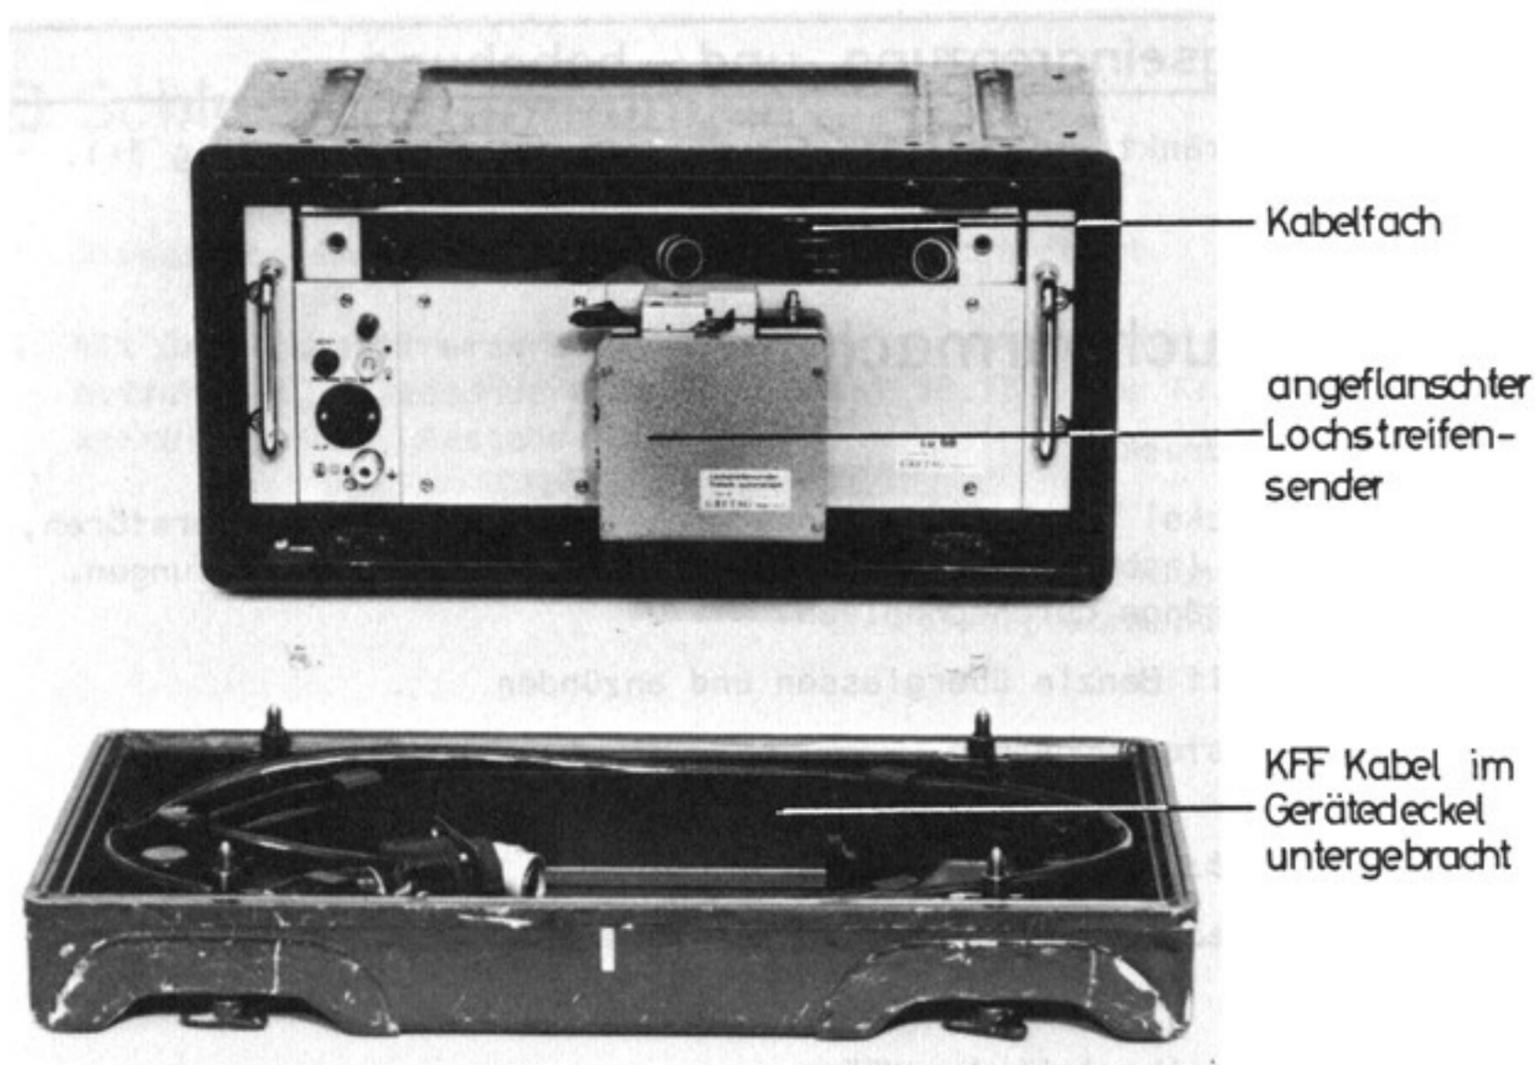

Fig 36
**3. Ausserbetriebsetzung (Fig 36)**